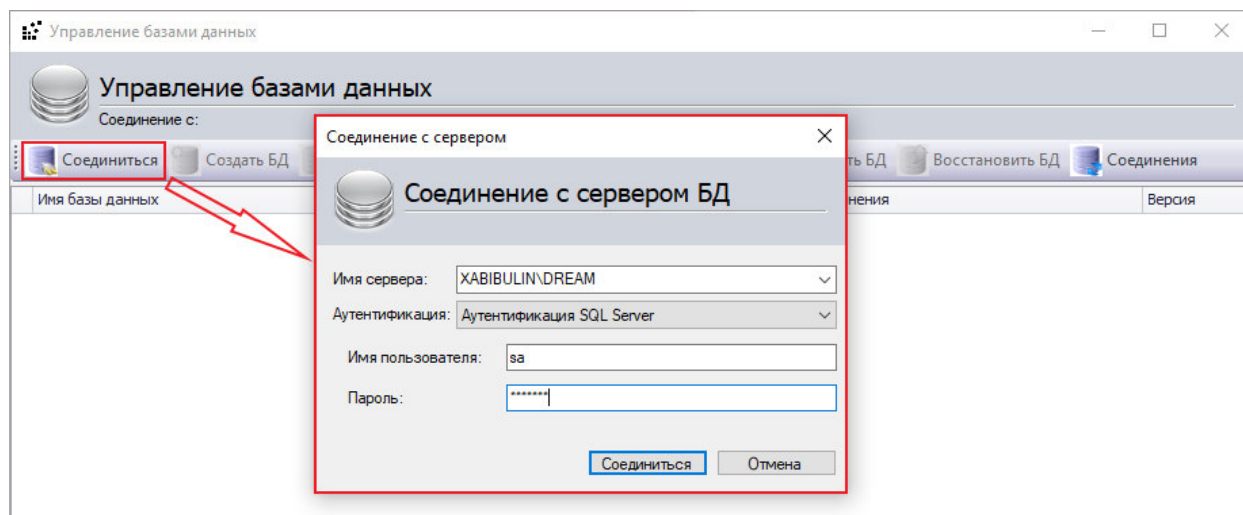

Рисунок 3.2.4
- дождаться появления окна интерфейса (см. Рисунок 3.2.4), нажать кнопку «Соединиться» и ввести данные аутентификации. По умолчанию необходимо ввести следующие данные: